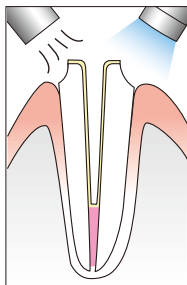

図8
- ② 30秒間放置後、中圧エアで約10秒間十分に乾燥します。
- ③ セルフエッチングボンド乾燥後、塗布面全体に光照射を行います。光照射は、各塗布面に対して10秒間行います(図8)。